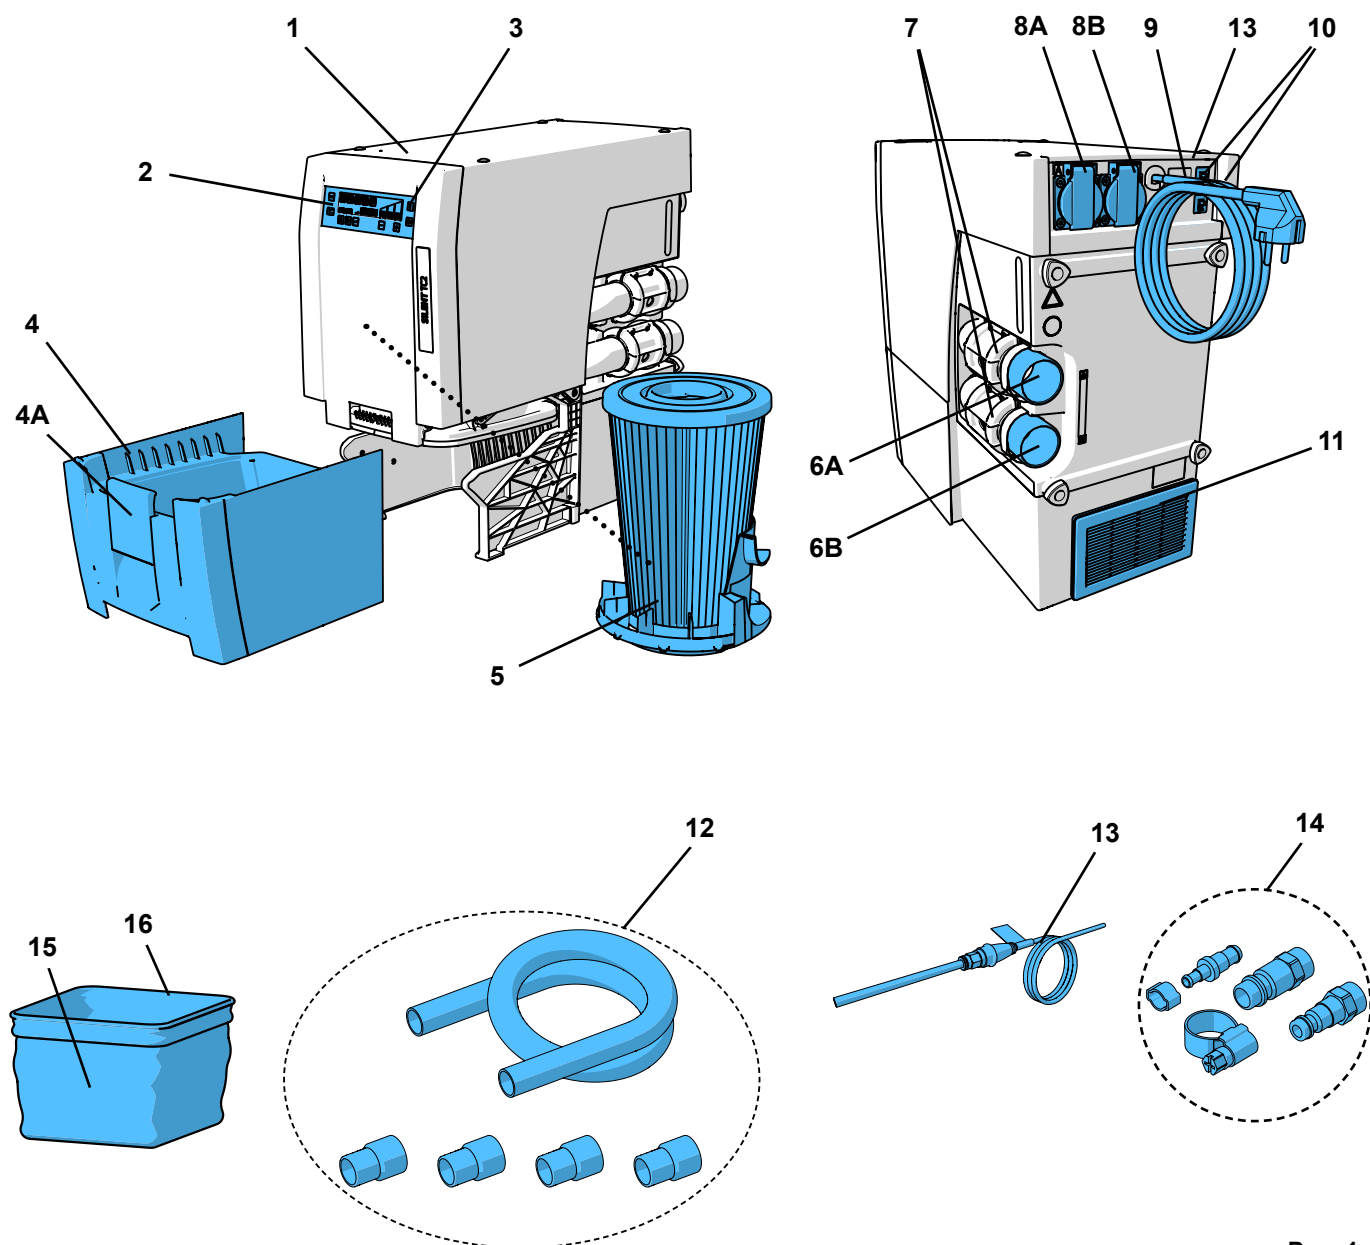

Рис. 1
- выходу отработанному воздуху (11, Рис. 1) ничего не препятствовало.
- Отверстие на задней стенке шкафа (В), мин. 250 x 120 мм, непосредственно напротив выхода отработанного воздуха (11, Рис. 1).
- ⇒ Шнур питания (9, Рис. 1) раскатать и штекер вставить в розетку электросети здания.
- ⇒ Подобрать подходящую муфту для шланга из прилагаемого комплекта для подключения (14, Рис. 1) и установить на конец шланга.